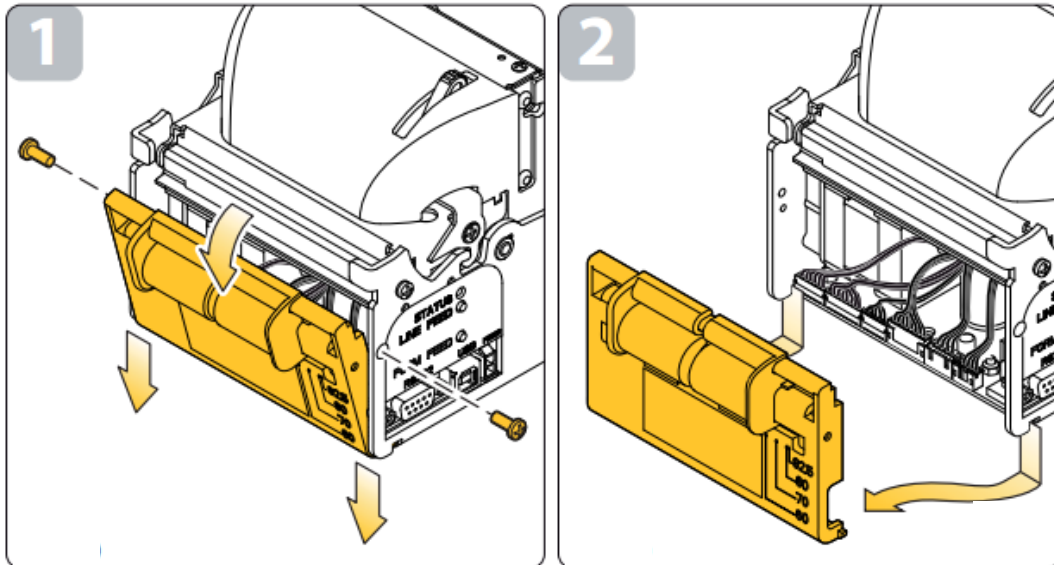

Рисунок 5.3 - Отсоединение задней крышки
5.4.1 Схема разборки приведена на рисунке (Рисунок 5.3).